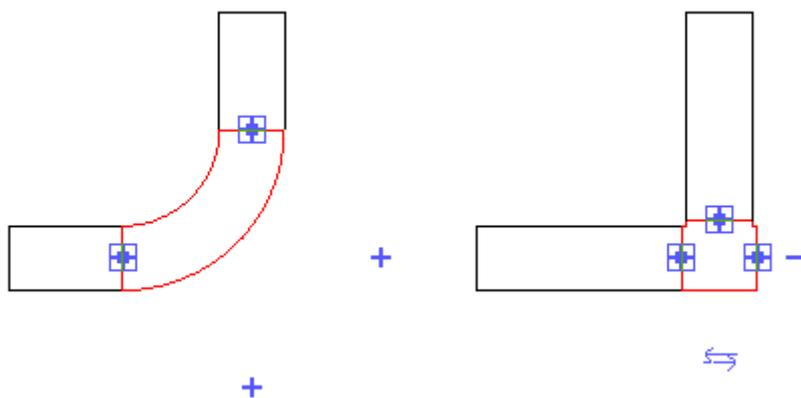
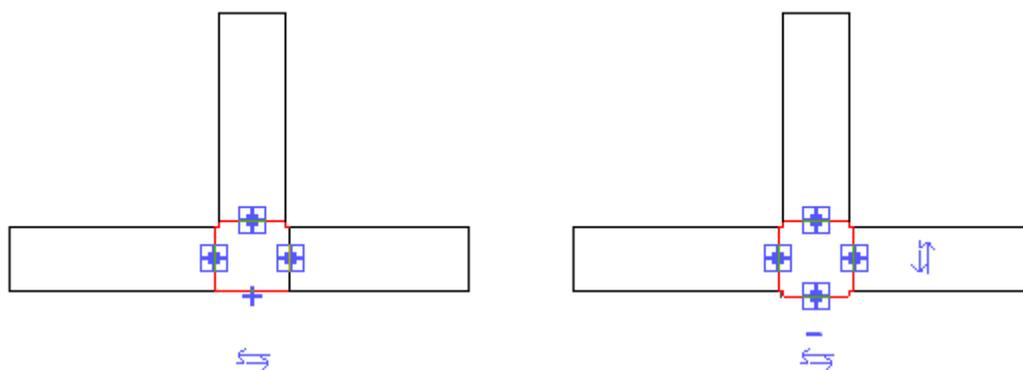

Рисунок 4.13 Добавление к отводу ответвления
Рисунок 4.14 Добавление к тройнику открытого конца для присоединения ответвления
2. Чтобы к отводу добавить ответвление, щелкните знак "плюс" (рисунок 4.13). В приведенном выше примере отвод заменяется более сложным фитингом — тройником. Если присоединить к открытому отводу тройника воздухопровод, на месте оставшегося потенциального отвода появляется знак "плюс", как показано на тройнике слева (рисунок 4.14).